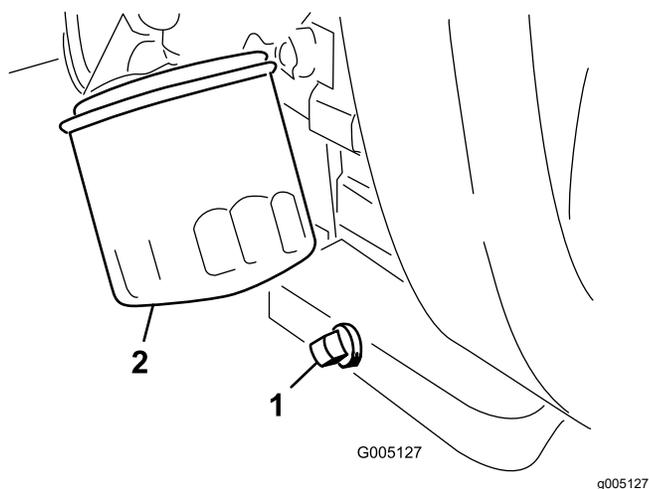

図 28
1. ドレンプラグ 図 28 を外してオイルを容器に受ける。
2. ドレンプラグのねじ山をきれいにして PTFE シーラントを巻き付ける 図 28。
3. オイルフィルタ 図 28 を外す。